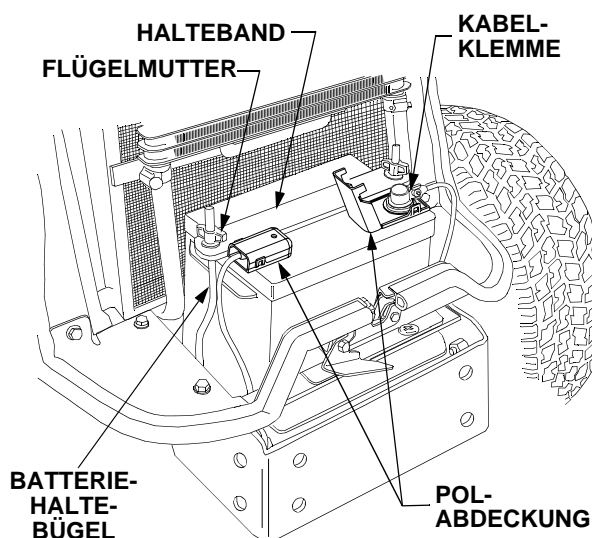

Abbildung 36
- Die zwei Flügelmutter und das Halteband der Batterie von den Haltebügeln lösen. Siehe Abbildung 36.
- Die Halteclips an den Seiten der Polabdeckungen öffnen und die Abdeckungen hochklappen, so dass die Pole frei liegen. Siehe Abbildung 36.